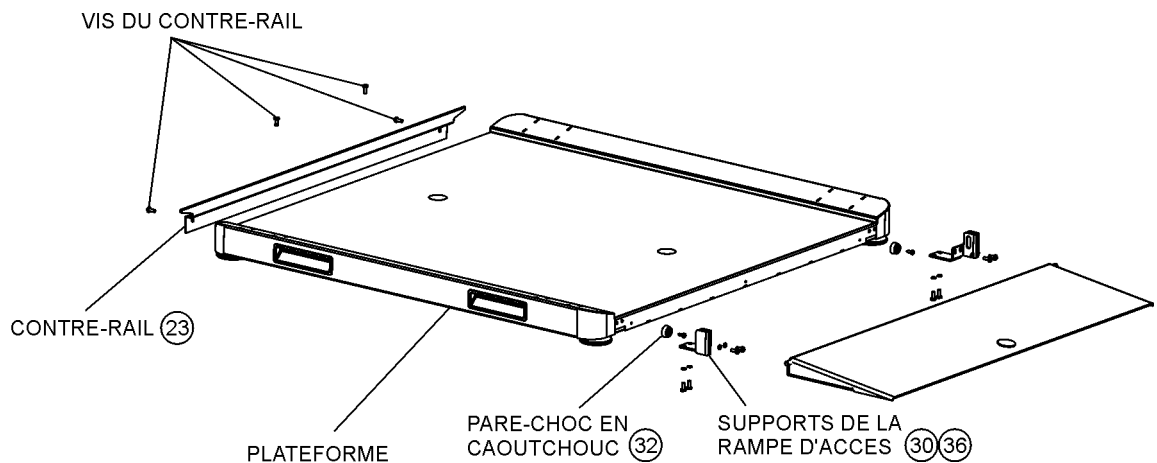

Figure 3. Retrait de la rampe d'accès
1. Retirez le contre-rail situé au bout de la plateforme en desserrant les 4 vis (cf. Figure 3).